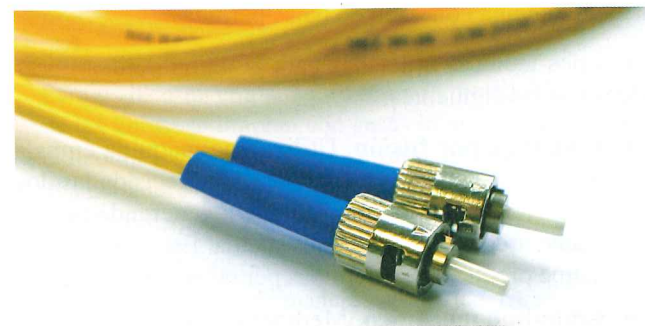

Figura 6.71. Conector ST.
- **Conector ST de punta recta (Straight Tip).** Este tipo de conector (Figura 6.71) es una marca registrada de AT&T, y durante mucho tiempo ha sido uno de los conectores más utilizados para finalizar fibras ópticas multimodo, aunque actualmente se utiliza menos. Su diseño está inspirado en los conectores BNC para cable coaxial, que se caracterizan por su montaje en bayoneta con un casquillo largo que aloja la fibra. Este conector óptico se considera de segunda generación.